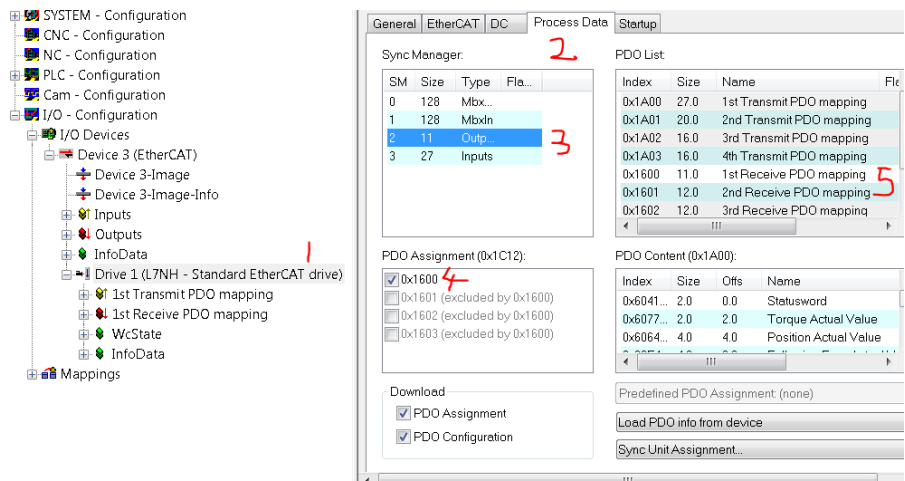

图 3
5. 根据上表配置 PDO，配置步骤如下，首先配置 RXPDO，按照图 3 的步骤依次